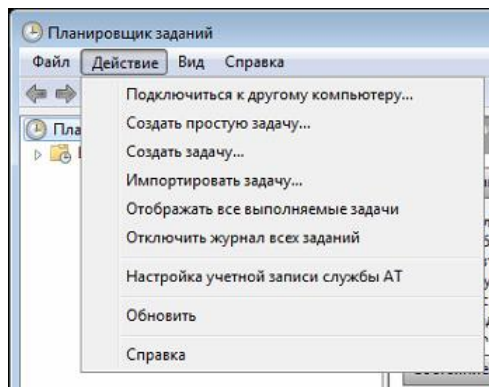

Рисунок 8.29 — Добавление задания
- В открывшемся окне *Планировщик заданий* в меню *Действие* выберите *Создать простую задачу* (см. рисунок 8.29).